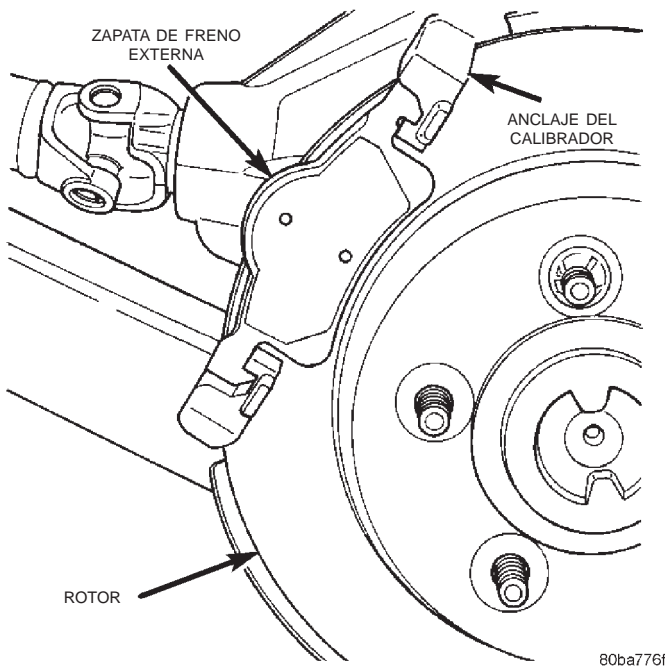

Fig. 41 Zapata de freno externa
- (10) Retire la zapata de freno externa (Fig. 41) del anclaje del calibrador.
- (2) Instale la zapata de freno externa en el anclaje del calibrador (Fig. 41).